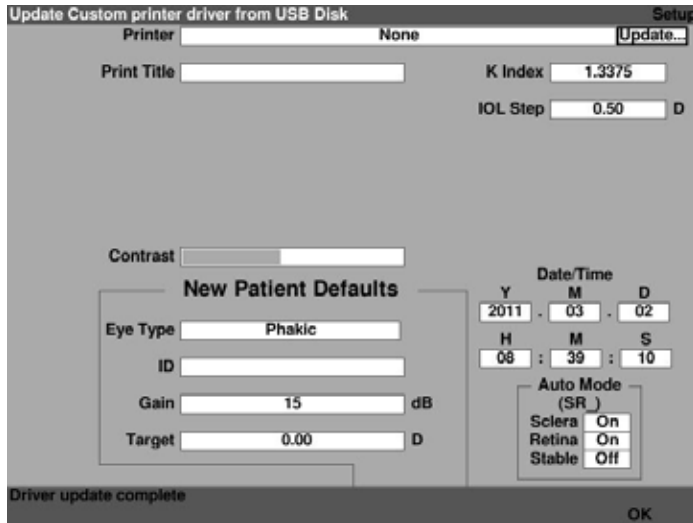

Figura 5-30 Se completó la actualización del controlador
10. Al terminar la actualización de los archivos, el sistema mostrará el mensaje “Driver update complete” (Se completó la actualización del controlador). Presione OK (Aceptar), como se muestra en la Figura 5-30.